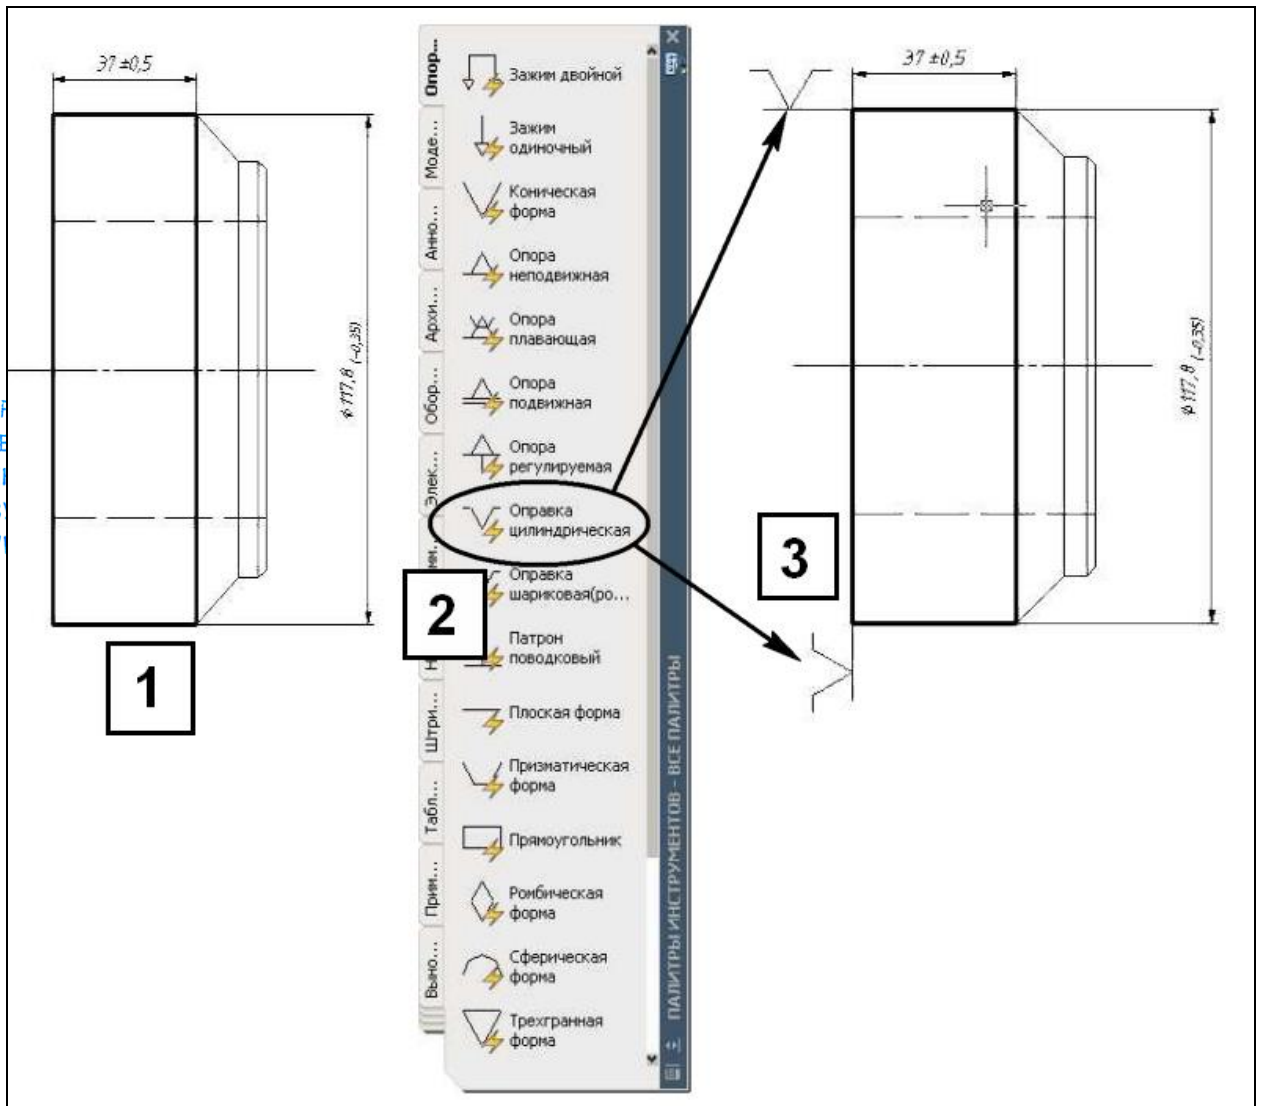

Рисунок 22 – Вставка опор
4.6.1 Создаем в AutoCAD контур обрабатываемой детали и выделяем утолщёнными линиями поверхности, подлежащие обработке на данной операции. Проставляем размеры обработки. С помощью комбинации клавиш «Ctrl+3» открываем палету с блоками. Вытаскиваем из палеты обозначение цилиндрической оправки. Переносим обозначение оправки на базирующую поверхность заготовки, используя при вставке характерную точку блока. Разворачиваем один из блоков на 90 градусов, используя команду «Rotate» (рисунок 22).